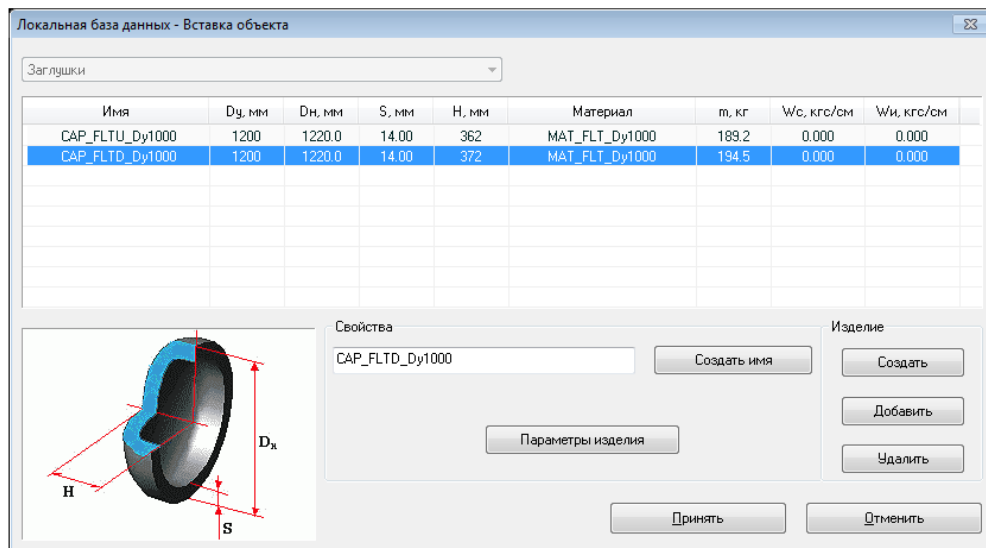

Рис. 5.2.41. Диалоговое окно вставки заглушки
3. В появившемся диалоговом окне (рис. 5.2.41) необходимо выбрать один из объектов таблицы CAP локальной базы данных (выбрать параметры вставляемой заглушки). Чтобы вставить обратный клапан, нажмите кнопку "Принять". При этом будет произведена проверка корректности параметров вставляемого объекта. В случае, если один из основных параметров объекта не будет корректно задан, программа выдаст предупреждение и вернет пользователя в окно вставки объекта. Для отмены вставки нажмите кнопку "Отменить".